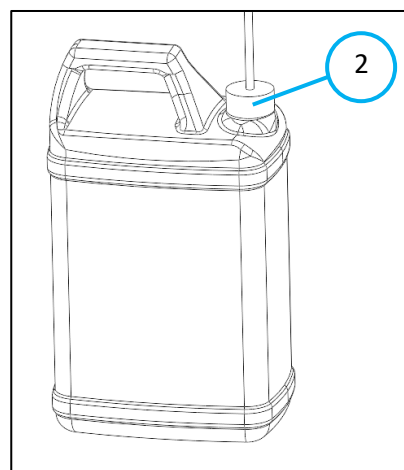

Fig. 2
2. Maak de verbindingsslang los door de dop los te draaien (Fig. 2 - 2).